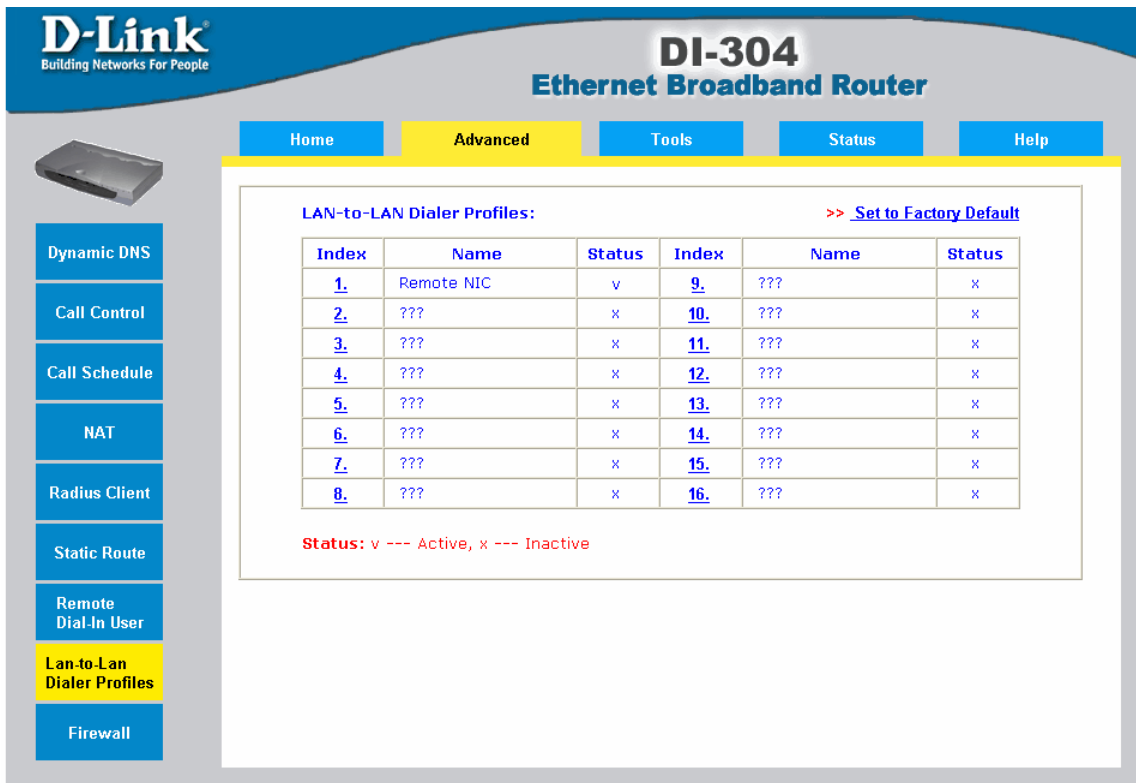
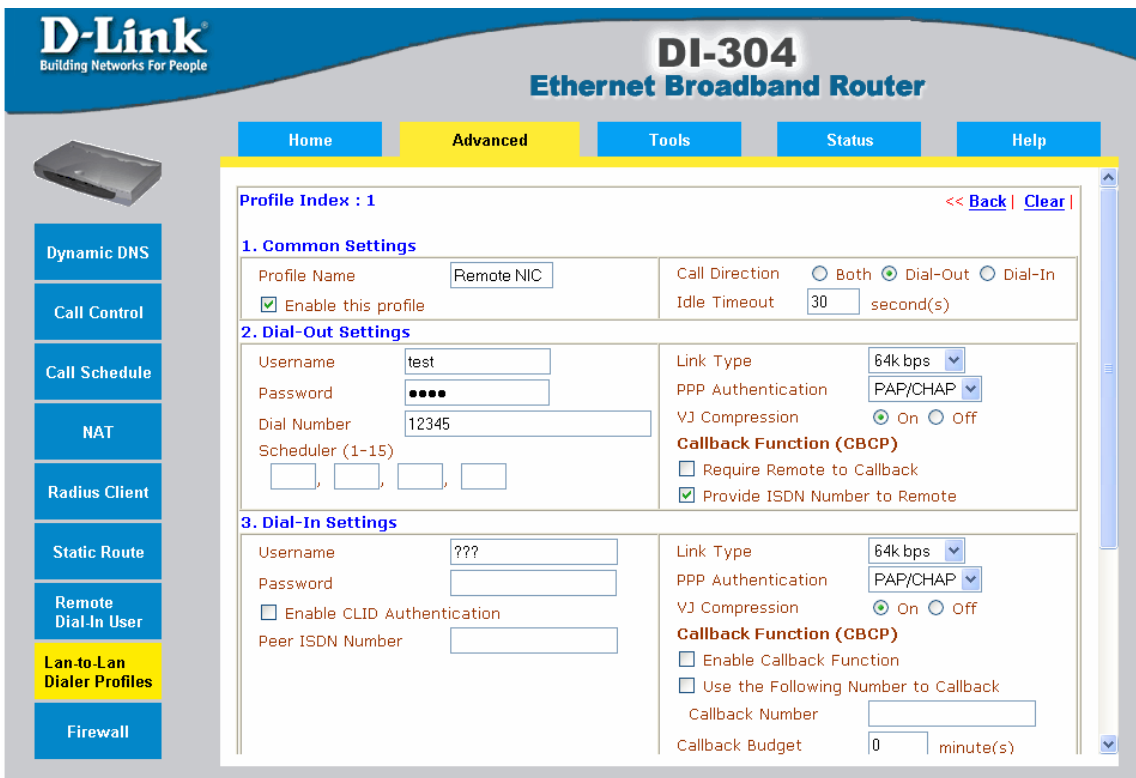
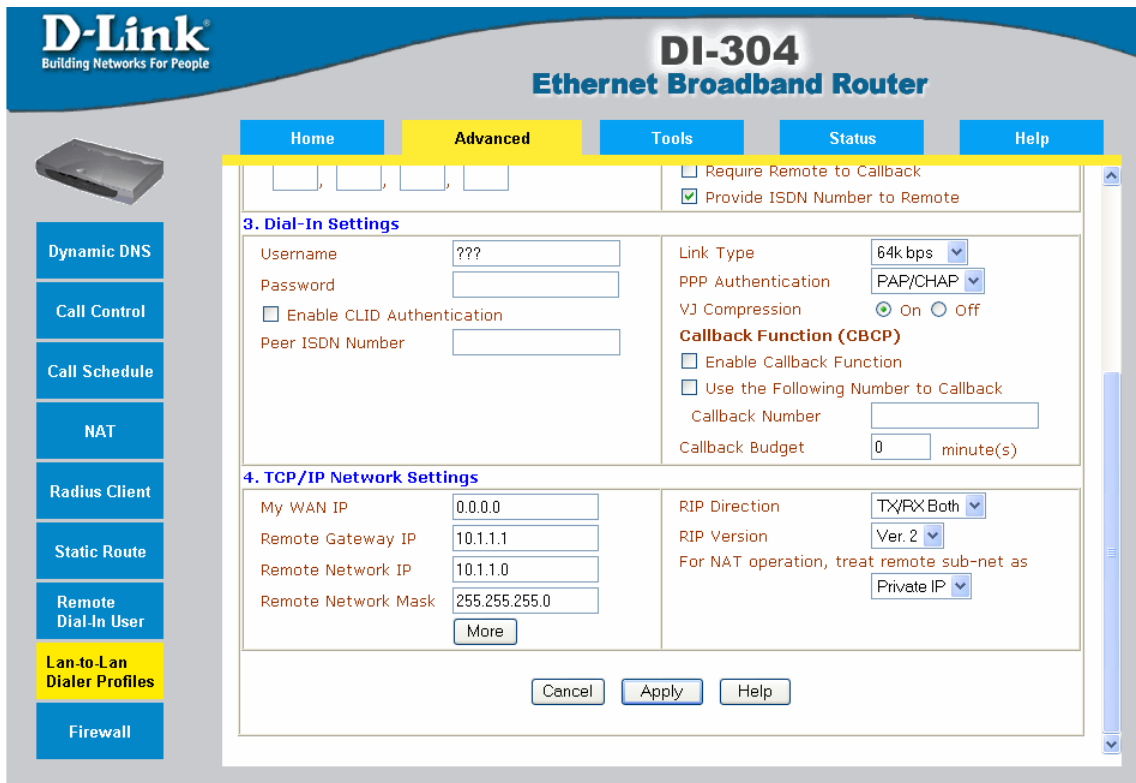

Abbildung 26: Aktivieren der LAN-to-LAN Profile
Abbildung 27: Konfigurieren des lokalen LAN-to-LAN Profils (1)
Abbildung 28: Konfigurieren des lokalen LAN-to-LAN Profils (2)
3. Für die automatische Dial-In Funktion muss ein LAN-to-LAN Dialer Profile erstellt werden (Abbildung 26, Abbildung 27, Abbildung 28). Danach wird das Profil aktiviert und die Telefonnummer sowie Benutzername und Passwort des entfernten Routers eingegeben. Für den automatischen Abbau der Verbindung muss noch eine Idle-Zeit eingegeben werden. Optional können weitere Einstellungen wie beispielsweise der ISDN Link-Typ vorgenommen werden.
- Um eine automatische Anwahl zu ermöglichen, muss der IP Adressbereich des entfernten Netzwerks angegeben werden (Abbildung 28). Sollen mehrerer Standorte miteinander vernetzt werden so ist es auch möglich, weitere LAN-to-LAN Profile zu erstellen. Dabei ist es wichtig, dass den verschiedenen Teilnetzen unterschiedliche IP Adressbereiche zugewiesen werden.